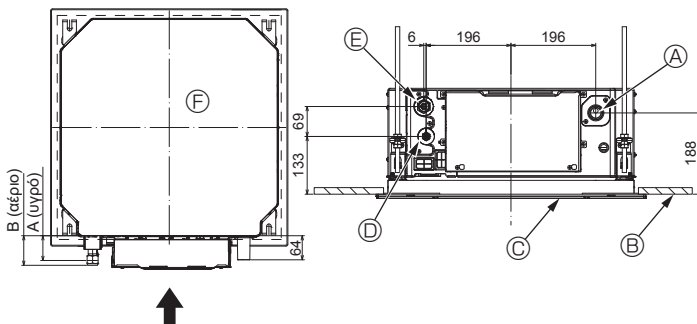

Fig. 5-7
5.4. Θέσεις σωλήνωσης ψυκτικού και αποστράγγισης (Fig. 5-7)